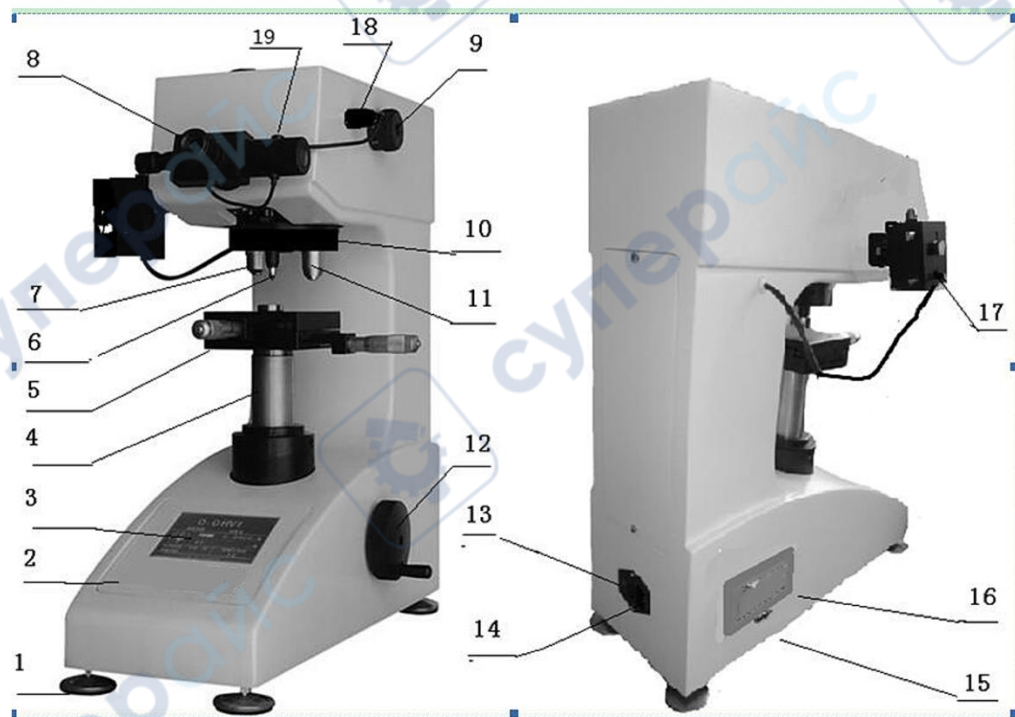

Рисунок 3.1– Внешний вид основного блока твердомера
- а. Снимите внешнюю упаковочную коробку и извлеките основной блок твердомера и коробку с принадлежностями (см. Рисунок 3.1).
- б. Установите прибор на специальный устойчивый стол. Извлеките регулировочные винты (1) и установите их в основание корпуса.